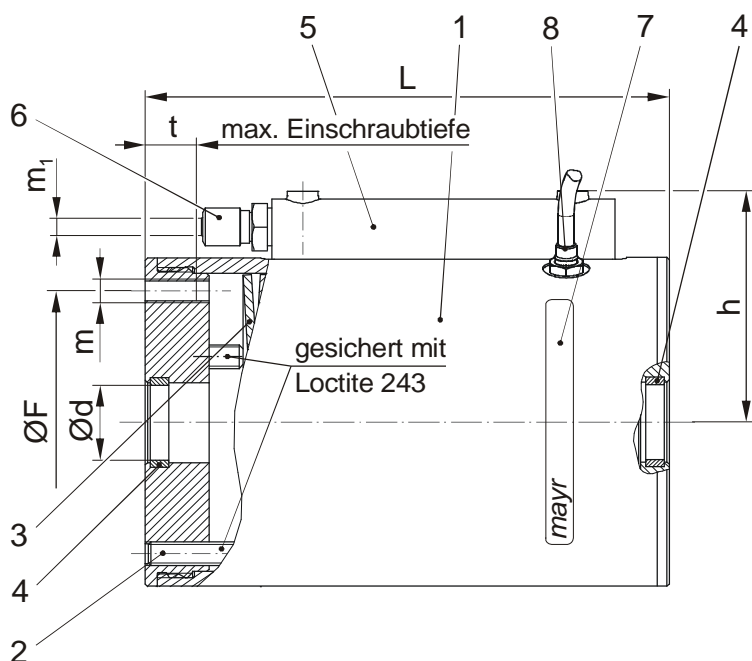

Bild 1
Montage (Bild 1 und 2)
- 1) Pneumatikschlauch mit $\varnothing m_1$ (Bild 1) an Druckluftanschluss anschließen und Bremse mit Betriebsdruck siehe Tabelle 1 beaufschlagen (Bremse lüften).
Die Bremse wird mit 3x M5 (bei Größe 2) bzw. 3x M6 (bei Größe 4) bzw. 3x M8 (bei Größe 6) Schrauben mit Festigkeit 8.8 (nicht im Lieferumfang) (Bild 1) befestigt ($\varnothing F$ bzw. Gewinde m).
- b) Maximale Einschraubtiefe $t = 13,5$ mm (bei Größe 2 und 6) bzw. 12,5 mm (bei Größe 4) (siehe Tabelle 2 und Bild 1)
Lüftüberwachung (8) Bild 1 + 4 (Type 381.001.0)